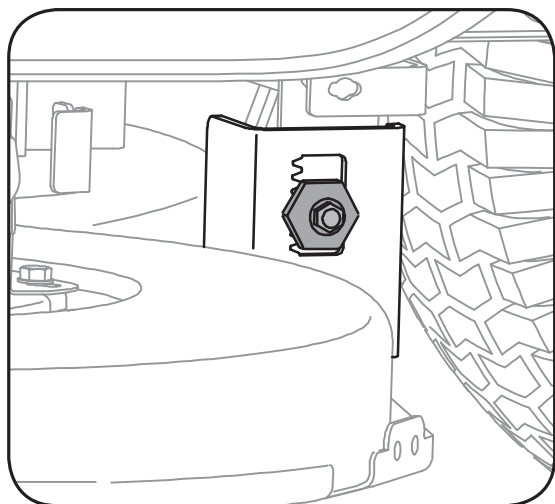

Figure 5-2
3. Desserrez, sans la retirer, la vis taraudée sur le crochet de support gauche du plateau de coupe. Voir la Figure 5-2.